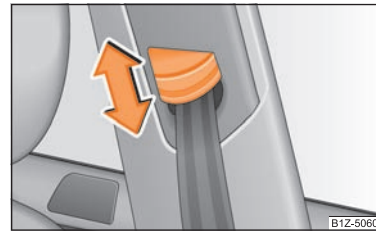

Fig. 93 Sedile anteriore: Regolazione dell'altezza della cintura
- Spingere il rinvio nella direzione desiderata, verso l'alto o verso il basso ⇒ fig. 93.